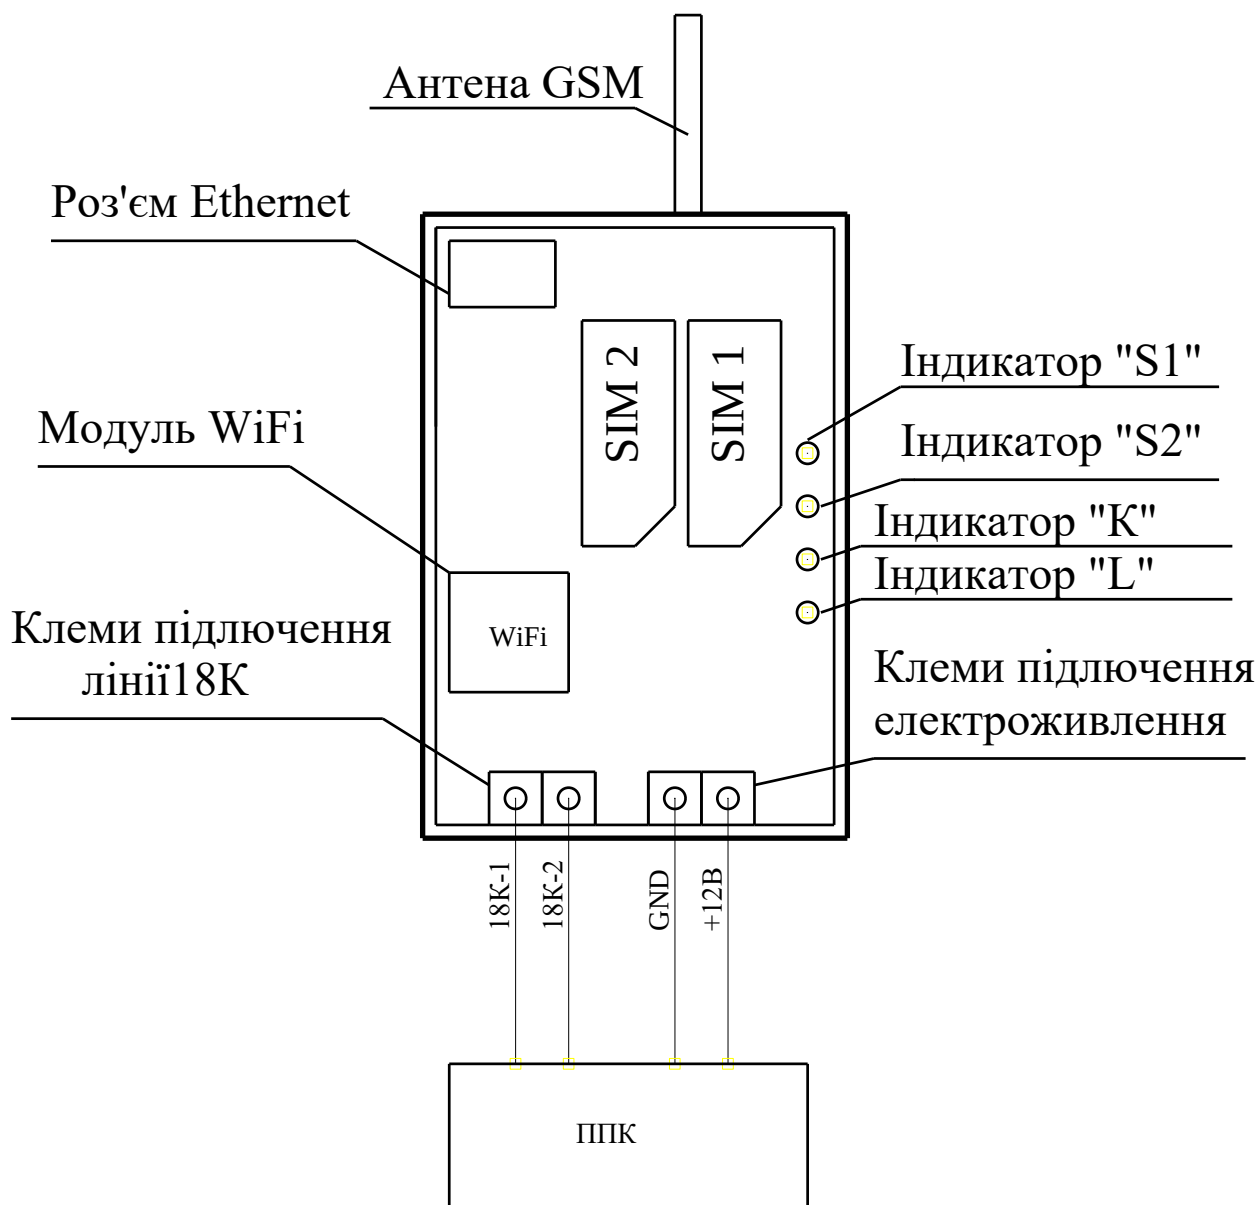
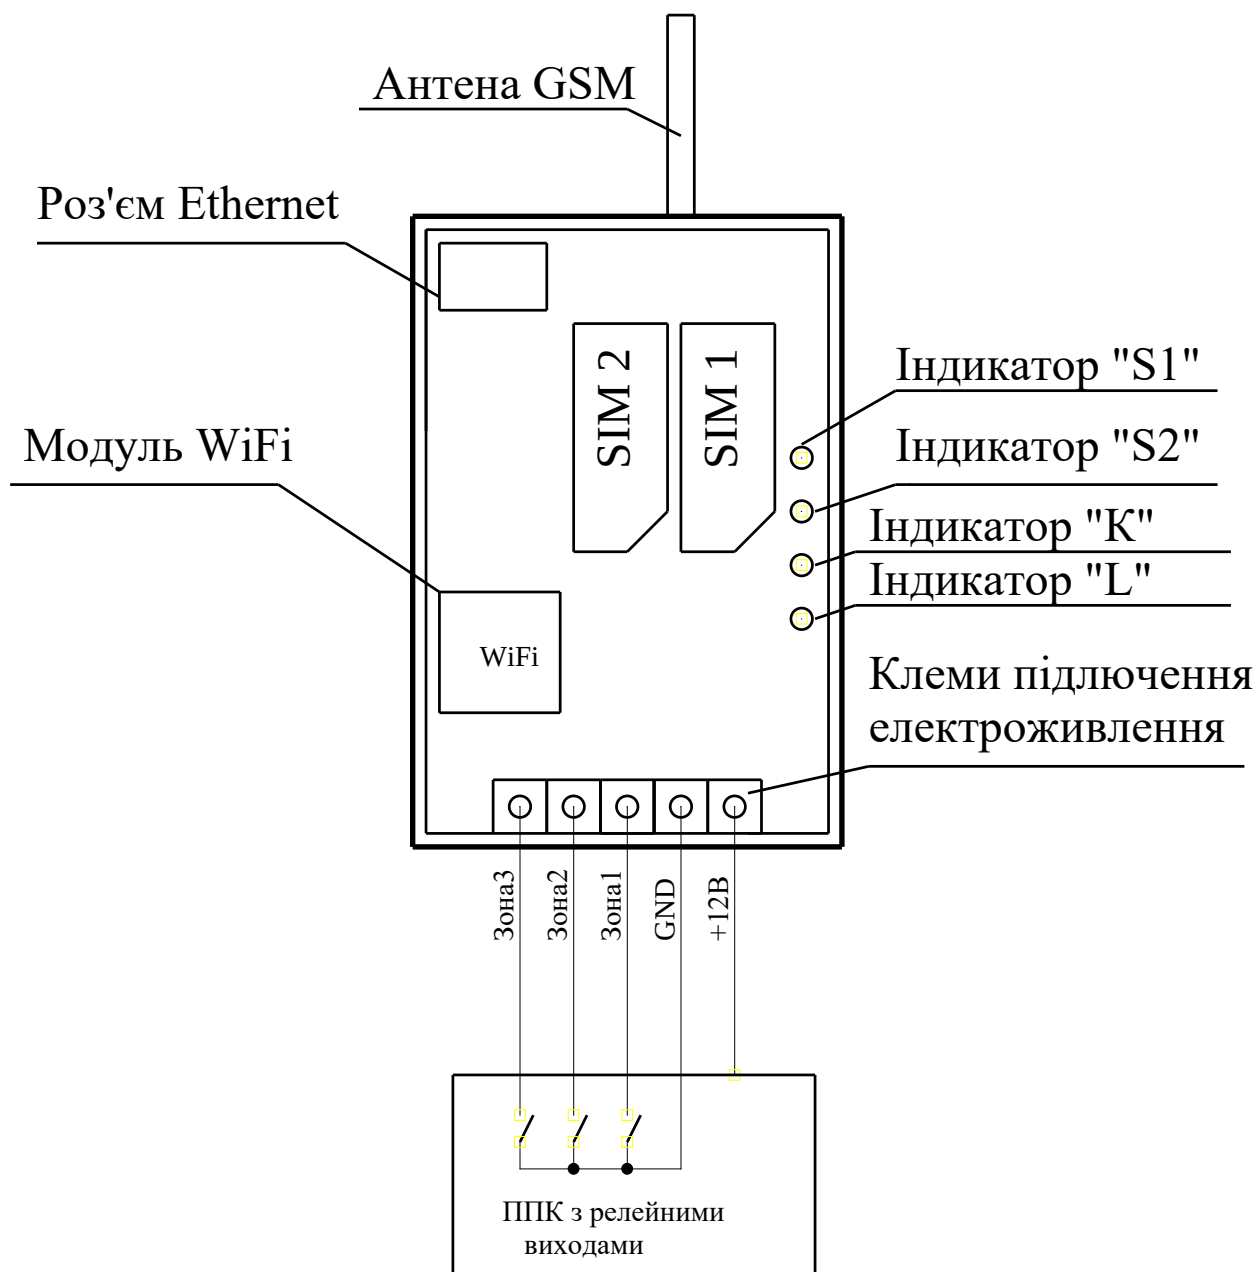

Рисунок 1 – Розташування основних елементів комунікатора для з'єднання з ППК каналом «18кГц»
Рисунок 2 – Розташування основних елементів комунікатора для з'єднання з ППК дискретними сигналами
- Вставити SIM-картки в ПРСО. Першою вважається картка, що встановлюється в правий (рисунок 1, рисунок 2) утримувач. Перша картка повинна відповідати налаштуванням APN, USER, PASS. Друга картка повинна відповідати налаштуванням APN2, USER2, PASS2.